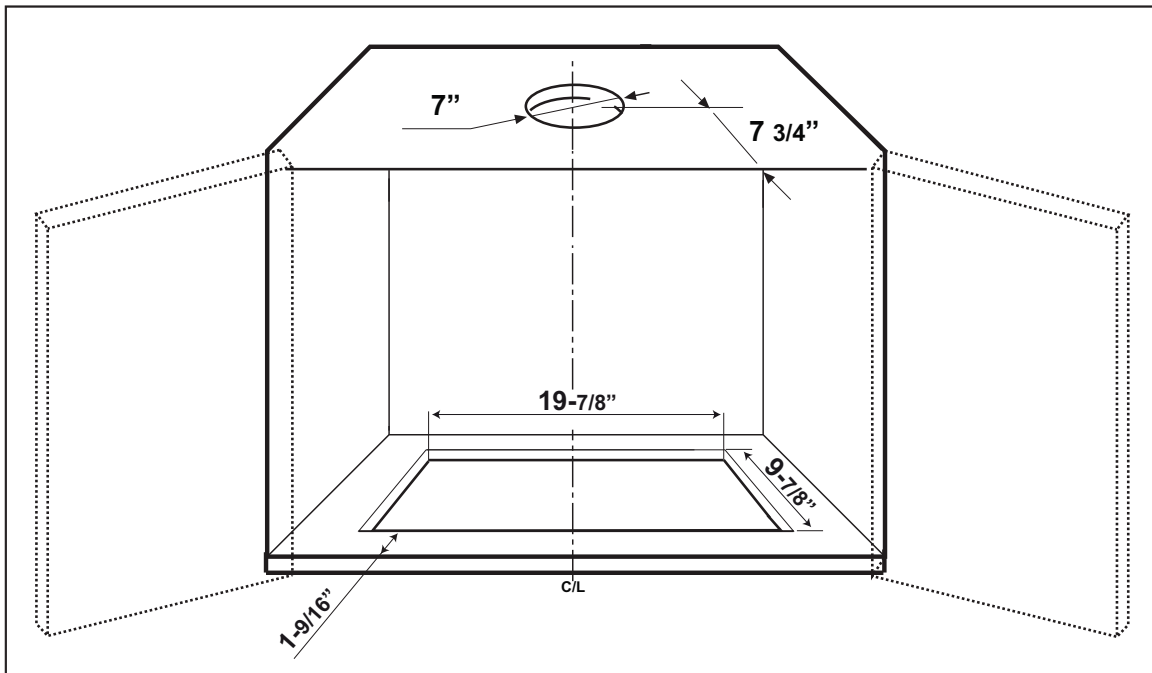
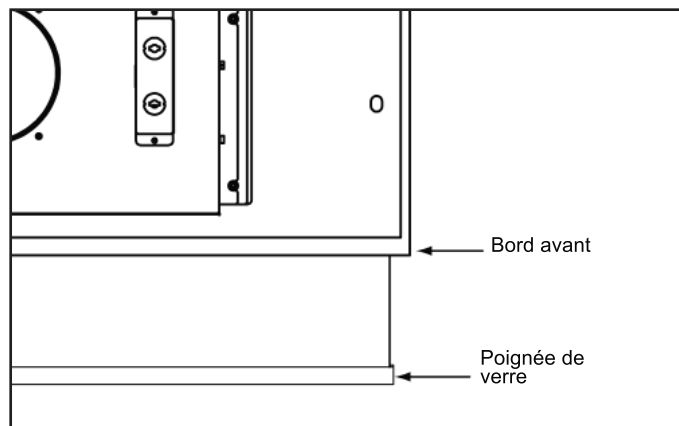
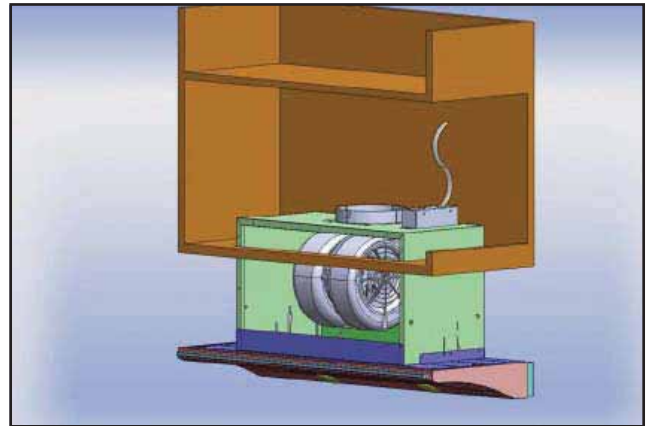

Fig.1
Fig.2
Fig.4
3. Respectez les dimensions de la Fig.1 et coupez le bas de l'armoire pour créer une ouverture permettant l'installation de l'armoire. Si vous avez une armoire sans cadre, calculez la distance de 1-9/16" (mentionné à la Fig.1) à partir de l'avant de la porte de l'armoire. Ainsi, le rebord avant de la hotte arrivera à égalité avec les portes de l'armoire lorsqu'elles seront fermées. Voir Fig.2.
3) Ouvrez les portes de l'armoire. Soulevez la hotte et faites-la glisser dans l'ouverture située au bas de l'armoire, Fig.4. Assurez-vous que l'ouverture correspond aux dimensions indiquées à la page 9, Fig.1.